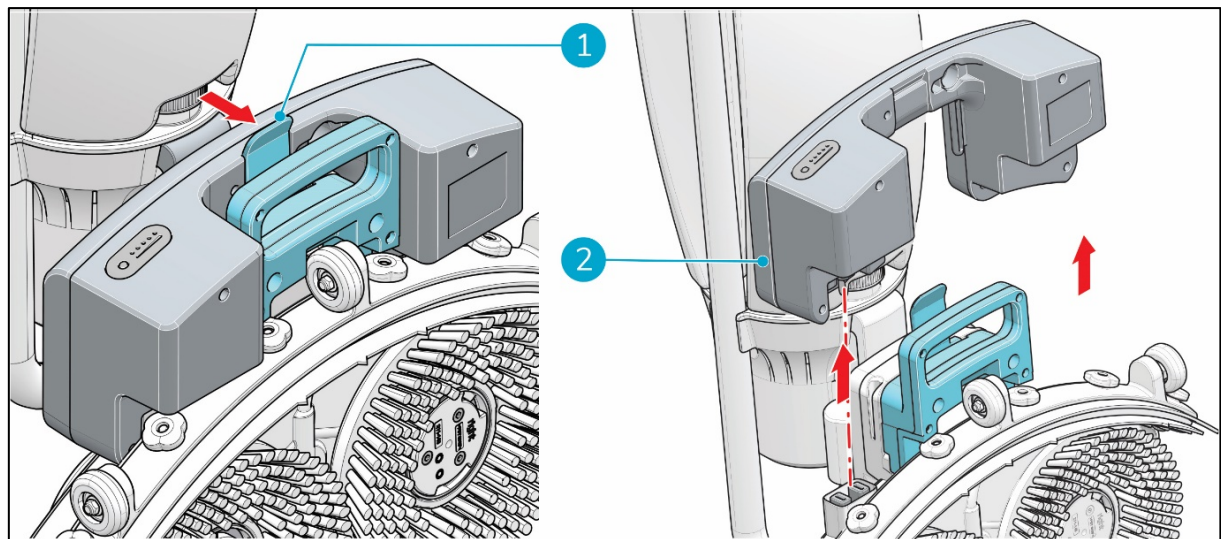

Abbildung 23
3. Ziehen Sie den Akku (Figure 23, Pos. 2) ab, während Sie den Halteclip (Figure 23, Pos. 1) nach innen drücken.